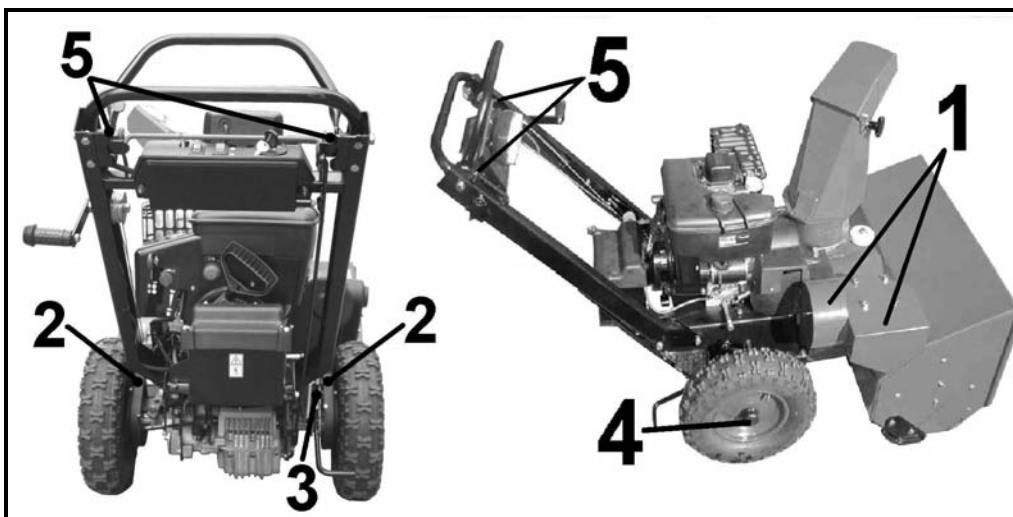

Abb. 5
- 1) **Immer nach 25 Betriebsstunden** alle Schmierstellen laut **Abb. 5** und Schmierplan schmieren!
Schmierplan - Abb. 5 - immer nach 25 Betriebsstunden schmieren
Beide Antriebsketten sind wie folgt nachzuspannen: Die Kettenhaube (**Abb. 5 - Pos. 1**) entfernen, den oberen Kettenstrang mit Spanner so nachspannen, dass bei der Kette minimale Vorspannung erzielt ist. Danach die Kettenhaube wieder anbauen.